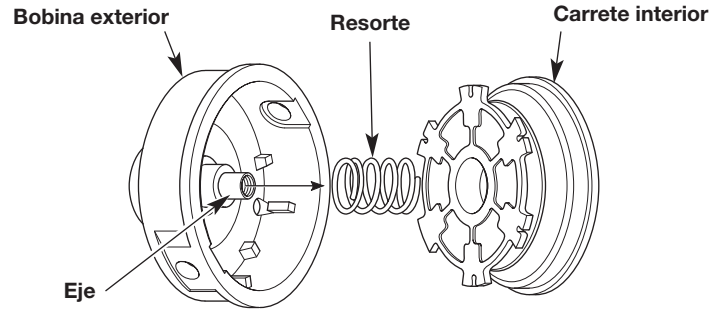

Fig. 11
3. Retire el carrete interior de la bobina exterior (Fig. 11).
4. Retire el resorte del carrete interior (Fig. 11).